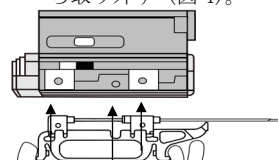

図 3
- b) 自動生検装置のニードルキャリアの突起に、本品のハブの穴を合わせて装着する (図 3)。
c) ニードルの方向や位置を変えないように注意しながら、ニードルのハブの穴に自動生検装置のニードルキャリアの突起を合わせて自動生検装置にニードルを装着する（図3参照）。